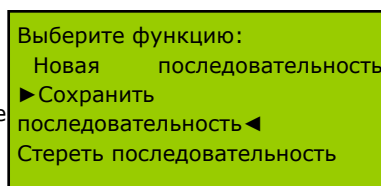

Рисунок 6.
- "Сохраненная последовательность" позволяет запустить ранее сохраненную последовательность. См. Рис. 6